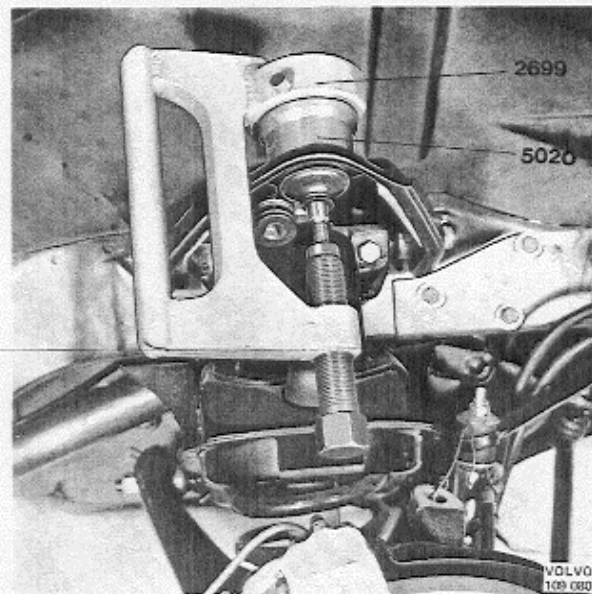

Abb. 27 Ausbau des oberen Kugelgelenkes
3. Sicherungsmutter des oberen Kugelgelenkes lockern, jedoch nicht abschrauben. Mit einem Hammer um das Kugelgelenk herum auf den Achsschenkel klopfen, bis sich der Kugelzapfen löst. Sicherungsmutter abschrauben und den Achsschenkel oben mit einem Draht aufbinden, damit Spannungen in den Bremschläuchen vermieden werden, s. Abb. 27.
4. Verschlussmuttern auf der Querlenkerachse um 1/2 Windung lösen. Unteren Querlenker mit einem Wagenheber etwas hochstützen und das Kugelgelenk mit dem Preßwerkzeug 2699 und Hülse 5020 gem. Abb. 27 aus dem oberen Querlenker herauspressen.
3. Sicherungsmutter des oberen Kugelgelenkes lösen, aber nicht abschrauben. Mit einem Hammer um das Kugelgelenk herum auf den Achsschenkel klopfen, bis sich der Kugelzapfen löst. Sicherungsmutter abschrauben und den Achsschenkel oben mit einem Draht aufbinden, damit Spannungen in den Bremsschläuchen vermieden werden, s. Abb. 27.